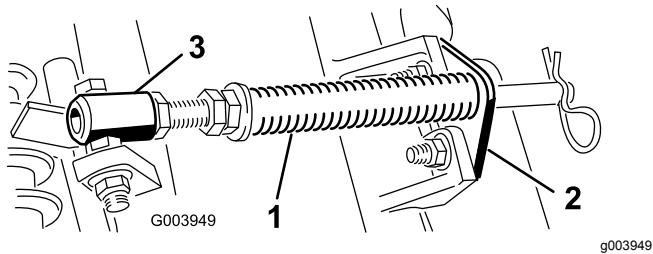

Bild 5
- A. Nehmen Sie die zwei Schlossschrauben und Muttern ab, mit denen die Stangenhalterung an den Nasen der Schneideeinheit befestigt ist (Bild 5).
- B. Nehmen Sie die Bundmutter ab, mit denen die Schraube des Federrohrs an der Trägerrahmennase befestigt ist (Bild 5). Nehmen Sie das Bauteil ab.